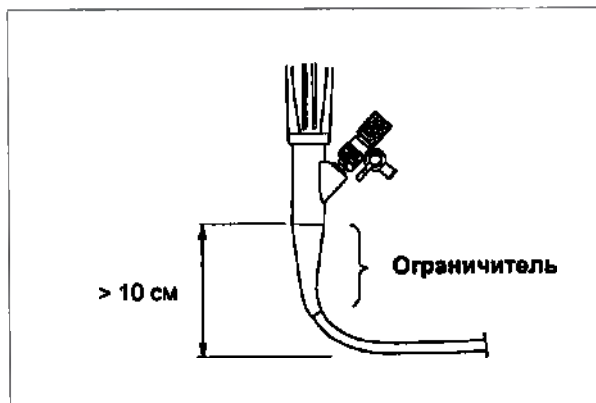

Рисунок 4.2
- Не допускайте сгибания части гибкой трубки вблизи ограничителя в дугу радиусом 10 см или менее. Это может привести к повреждению гибкой трубки (см. рис. 4.2).